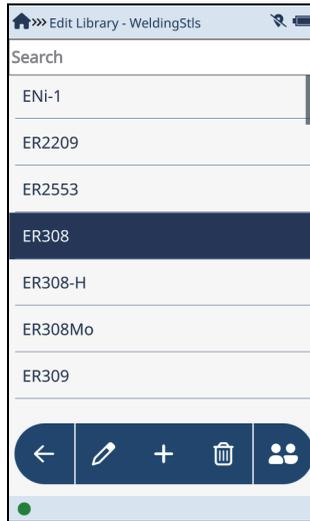

图 2-71 编辑库屏幕
1. 在**Grade Libraries**（牌号库）屏幕上，选择一个库，并点击**Edit**（编辑）按钮（），打开**Edit Library**（编辑库）屏幕（参见第83页的图 2-71）。